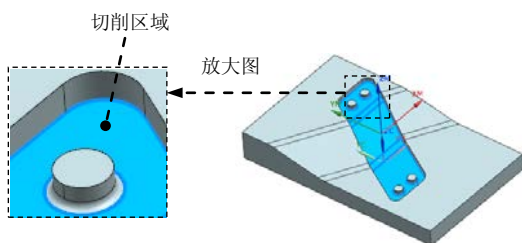

图 14.25 定义切削区域
Step2. 选取图 14.25 所示的面为切削区域(共 5 个面),在“切削区域”对话框中单击  按钮,完成切削区域的创建,同时系统返回到“轮廓区域”对话框。